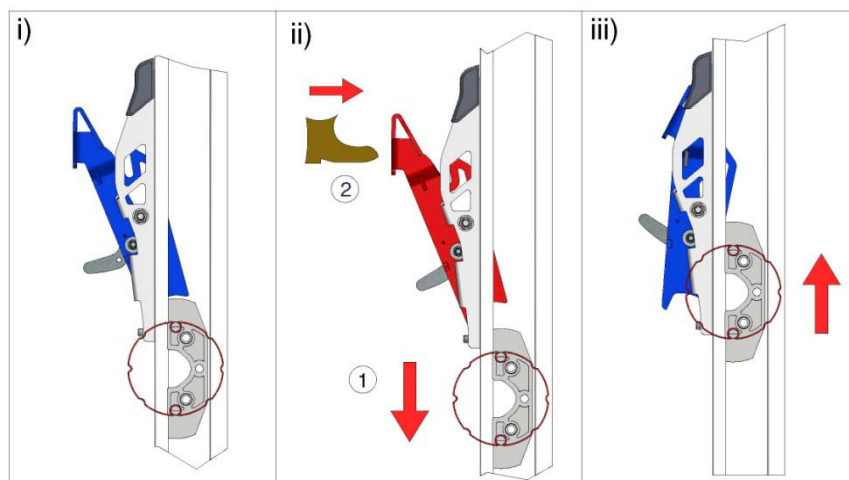

Abb. 21, Öffnen des Rapid Rollerdoors aus geschlossenem Zustand
*Aus geschlossenem Zustand:* An der äußeren Kette ziehen, um das Tür mindestens 10mm zu öffnen, beide Sicherungsrasten durch Drücken des oberen Sicherungsblechs (Abb. 21) öffnen. Ziehen Sie an der inneren Kette, um das Tor vollständig zu öffnen, und führen Sie die Ketten in den Kettenspanner ein.